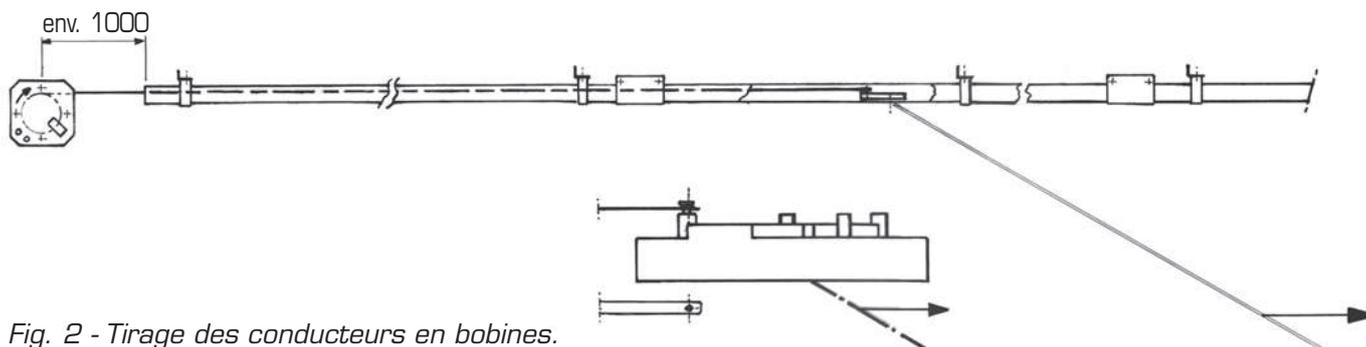

Fig. 2 - Tirage des conducteurs en bobines.
- Raccorder les conducteurs suivant fig. 2 en rapprochant les 2 parties du raccord et en serrant la vis à l'aide d'un tournevis plat (largeur 6,5 mm) ou d'une clé emmanchée de 8 mm. Maintenir le raccord par pince universelle lors du serrage pour éviter la rotation.
- Pour des longueurs supérieures (jusqu'à 80 m), un dérouleur spécial facilite le tirage par navette et le maintien des bobines côté engagement (fig. 2).